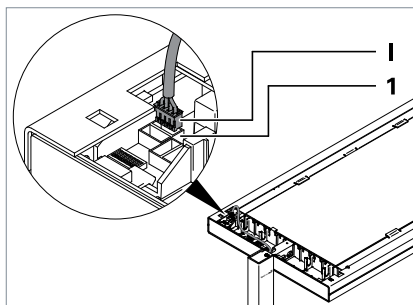

Fig. 4: Raccorder la tête du luminaire, partie 1.
- Raccordez la fiche **I** au connecteur femelle **1** « Tastm. » sur la tête du luminaire, voir Fig. 4 et voir Tab. 3.